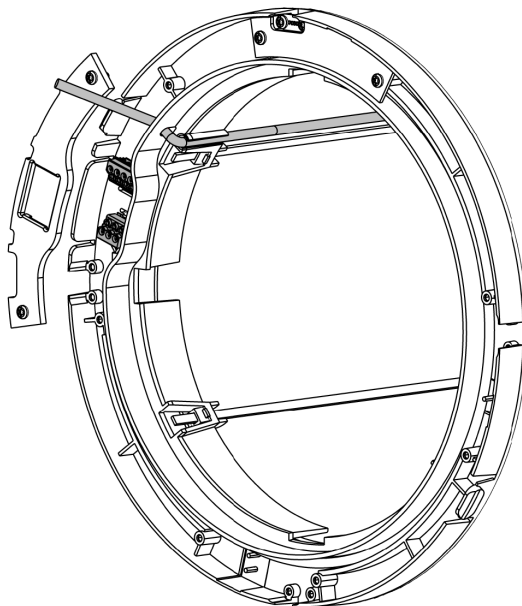

Abbildung 26 - 24V Kabelführung
1. Die Abdeckung über den Klemmleisten oben links demontieren. Das Kabel von der Außenkappe nach innen ziehen und das Kabel durch die Halterung in der Wandabdeckung und durch das Loch nach außen führen. Siehe nachstehende Abbildung 26.